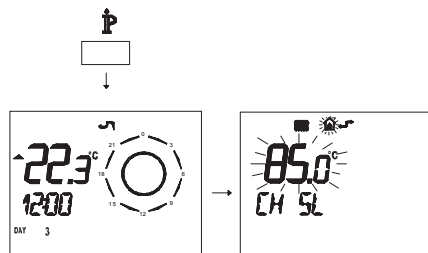

Fig. 5.55
- Premere per più di 3 secondi il pulsante \mathbb{P} para per entrare in modalità *INFO* (Fig. 5.55).